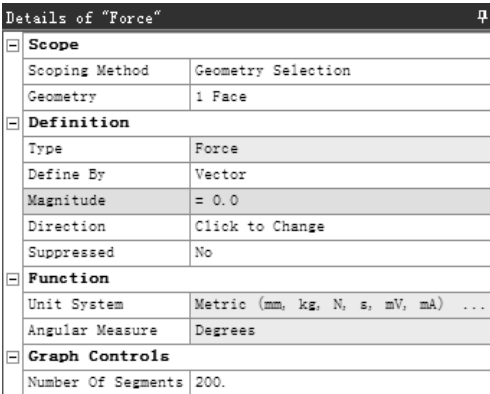

图 4.2.18 “Details of ‘Force’” 对话框（三）
- ☒ **Function** 选项：选中该选项，用于定义函数类型的载荷，此时的对话框如图 4.2.18 所示，在对话框中的 **Number Of Segments** 文本框中输入表格段数。在图 4.2.19 所示的 Tabular Data 数据表（二）中定义函数。